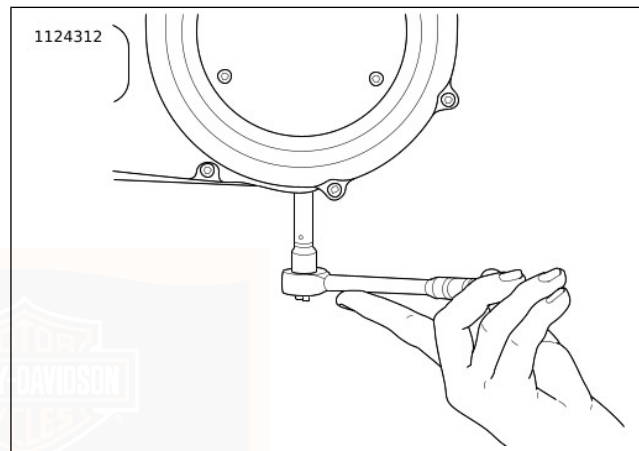

Figure 71. Dépose/pose du bouchon de vidange du carter de chaîne
3. Voir Figure 71 . Vidanger le carter de chaîne primaire.